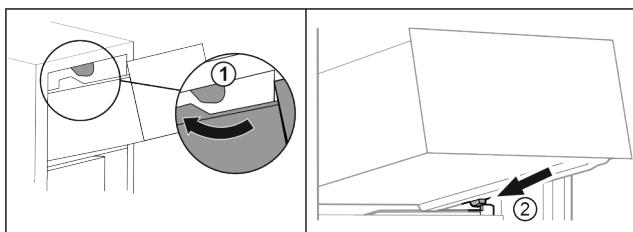

Fig. 111
- Schubfach um die oberen Stopper herumführen. Fig. 111 (1)
- Schubfach schräg hinter den unteren Stopfern auf Behälterrippe aufsetzen. Fig. 111 (2)